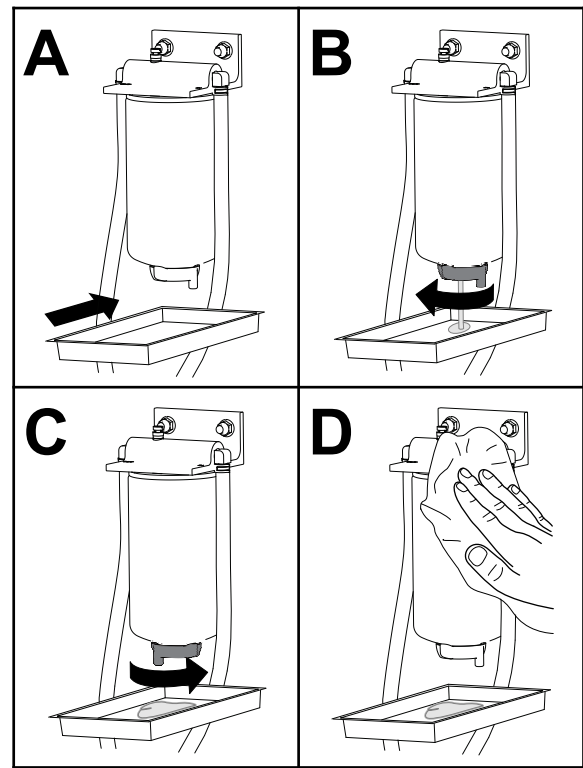

Figure 66
1. Faites l'entretien du séparateur carburant-eau comme montré à la Figure 66.